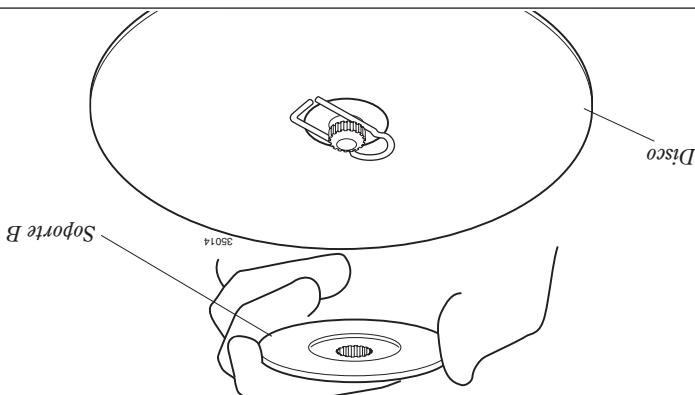

Figura 13
6. Instale el soporte B en el eje de la caja de engranajes. Consulte la Figura 13.